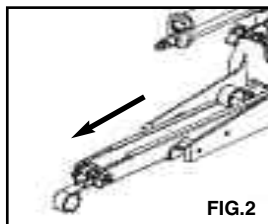

FIG.2
- Tirez le poussoir vers l'arrière du magasin. (Fig. 2)